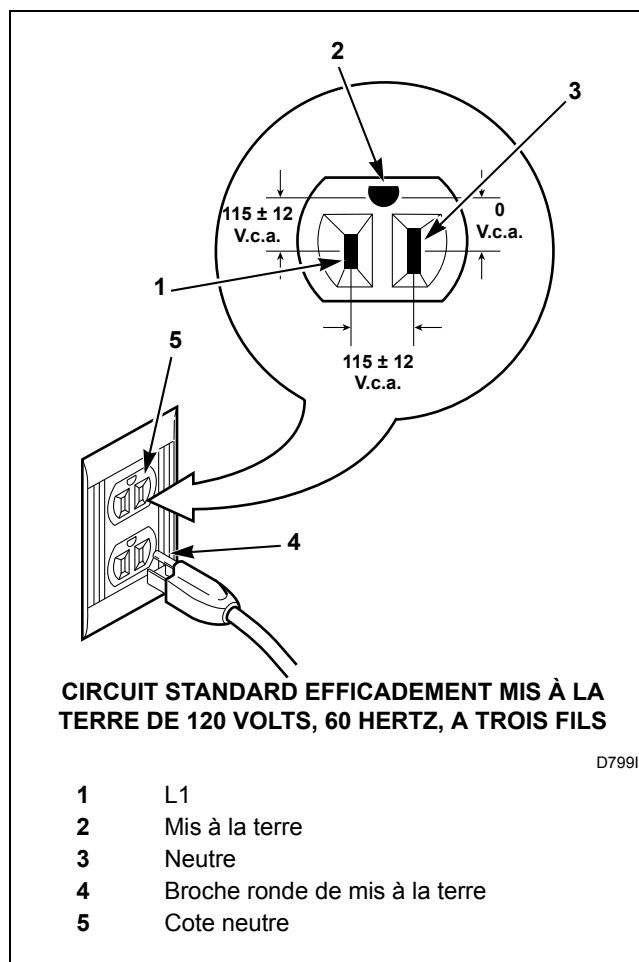

Figure 87
- La fiche de mise à la terre à trois broches du cordon électrique doit être branchée directement dans une prise efficacement mise à la terre, polarisée, à trois fentes avec tension nominale de 120 volts, CA (courant alternatif) 15 ampères. Se reporter à la *Figure 87* pour établir la polarité exacte de la prise murale.